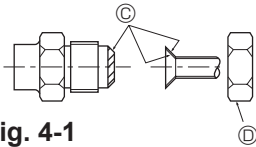

Fig. 4-1
А (Fig. 4-1)
Б (Fig. 4-1)
4.2. Соединение труб (Fig. 4-1)
- Используйте гайки раструбного стыка для следующего размера трубы. (D)